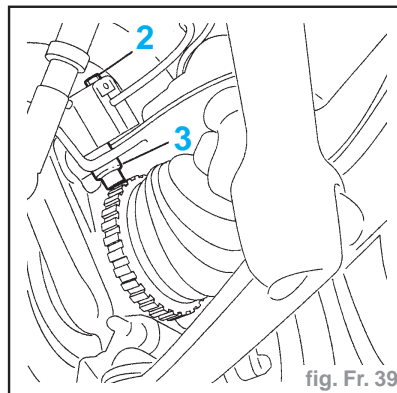

fig. Fr. 39
- Déposer la vis (2) (fig. Fr. 39).
- Déposer le capteur (3).